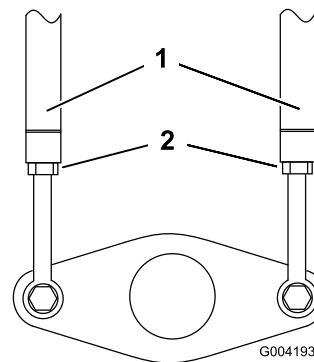

Figura 47
3. Afloje las contratuercas de las varillas de tracción, debajo del panel de control (Figura 47).